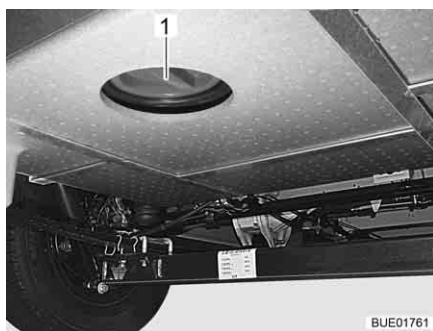

Bild 256 Rengöringsöppning avloppstank
- Öppna avloppstankens rengöringsöppning (Bild 256, 1) och avtappningskranen.